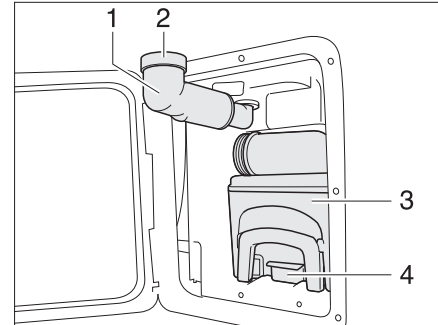

Bild 153 Thetford-Kassette
- Frischwasser-Einfüllstutzen (Bild 153,1) nach außen schwenken.
- Schraubkappe (Bild 153,2) abnehmen.